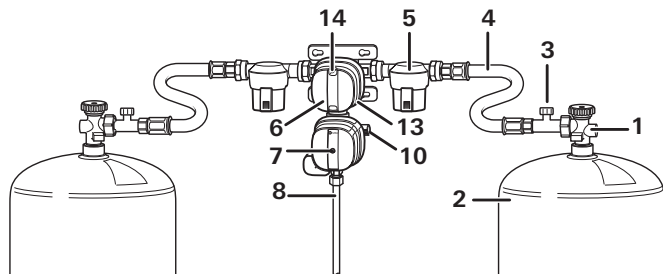

Figure 1a : DuoControl CS vertical
- Raccorder les bouteilles de gaz (2) et vérifier le bon état de tous les raccords de tuyaux.
- Ouvrir les vannes (1) des deux bouteilles de gaz.
- Presser fortement la sécurité de rupture de lyre (figure 1a – 3) sur la lyre haute pression pendant environ 5 secondes. L'affichage passe au vert dans le voyant (14).
- Réinitialiser le capteur de choc si le bouton de réinitialisation jaune (7) n'est pas enfoncé (position « non opérationnel »).
- Par exemple, tourner le bouton de réglage (13) jusqu'à la butée vers la gauche (raccord de gauche = bouteille de service).
- Fermer la vanne (1) de la bouteille de gaz vide (2).
- Dévisser la lyre haute pression (4) de la bouteille de gaz (2), le cas échéant retirer l'adaptateur enfichable.
- Ouvrir la vanne (1) de la bouteille de gaz pleine.
- Presser la sécurité de rupture de lyre (figure 1a – 3) et le cas échéant le bouton de réinitialisation jaune (7), le tourner légèrement dans le sens des aiguilles d’une montre et le maintenir enfoncé pendant 10 secondes.
- Visser la lyre haute pression (4) spécifique au pays sur l’entrée du filtre à gaz (5) / du DuoControl CS et à la bouteille (2) ou à l’adaptateur enfichable).
- Ouvrir la vanne de bouteille (1).